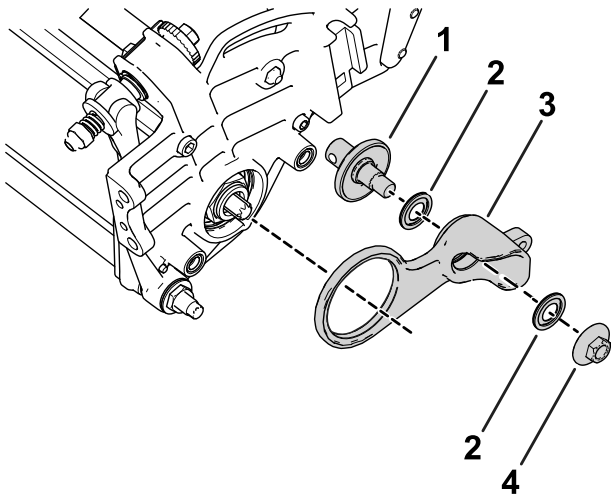

Figura 10
1. Asamblai componentele libere la ansamblul rolei de ghidare, aa cum este indicat în Figura 10.